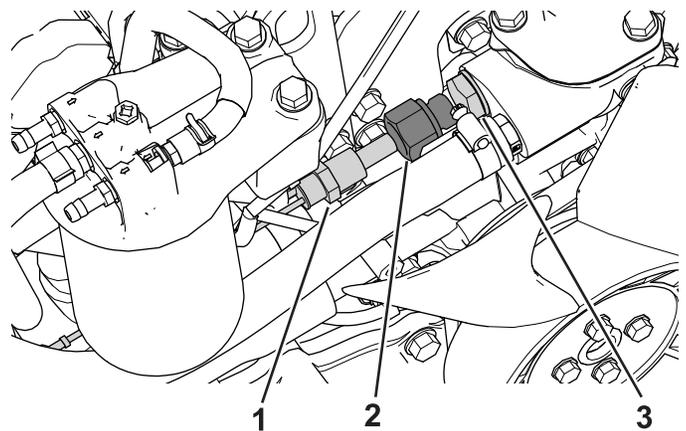

Figura 33
1. Individuate l'alloggiamento del termostato sul blocco del motore e rimuovete il tappo del foro del motore (Figura 33).